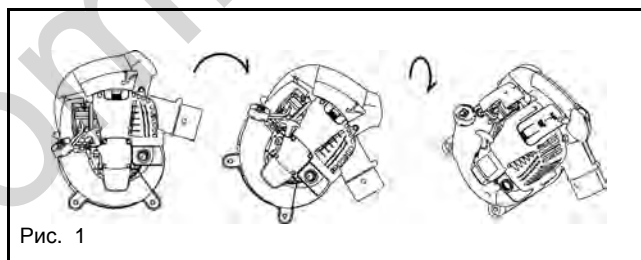
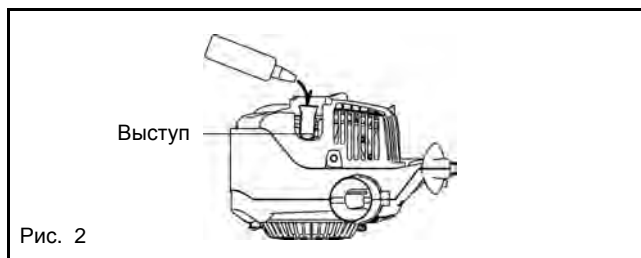

Рис. 1
Рис. 2
- (1) Проверьте, чтобы крышка топливного бака была крепко закручена.
- (2) Снимите колпачок масленки.
- (3) Наклоните инструмент, как показано на Рис. 1.
- (4) Расположите инструмент, как показано на Рис. 2, и залейте масло в выступ внутри масляной трубки.
- (5) После заливки надежно закрепите масляный манометр. Недостаточное закрепление масляного манометра может привести к утечке масла.
При открытии крышки поместите пальцы на основную рукоятку и выступ крышки свечи (Рис. 1). Поднимите выступ и сдвиньте крышку в направлении "OPEN" (Рис. 2).